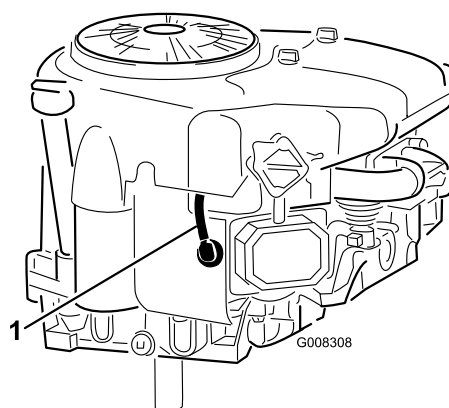

Figure 26
6. Débranchez la bougie (Figure 26).
8. Enlevez la bougie et la rondelle métallique (Figure 26).
3. Branchez la bougie (Figure 26).